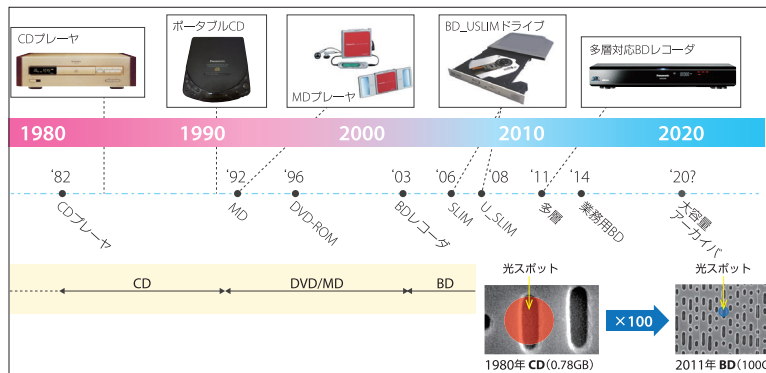
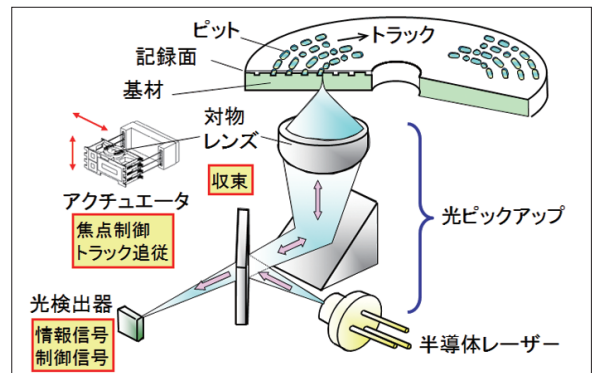

図1 光ディスクドライブの進化
図2 光ピックアップの構造
2005年当時、パナソニック R&D本部 BD事業開発タスクフォースに所属していた中田秀輝氏は、光ディスクドライブの開発にCDの時代から携わってきた（図1）。光ディスクドライブの基幹部品であり、情報の記録再生に用いる光ピックアップ（図2）の開発部門に在籍して、Mini Disc (MD)、DVD、Blu-ray Disc (BD) の研究開発業務を担当。常に業界をリードしてきた光ピックアップの開発で、大きな課題となる高出力半導体レーザーの放熱課題についても、開発のスタート段階よりその伝熱および輻射を考慮した放熱設計に熱流体解析ツールを駆使して取り組んできた。BDの超薄型ドライブ（ウルトラスリム）の開発では、プロジェクトリーダーとして研究段階から設計、工場立ち上げまで全面的に統括し、その後は業務用大容量アーカイバの開発にも取り組んだ。一昨年から燃料電池の研究開発業務を担当。燃料から水素を取り出し、空気中の酸素と化学反応させることで電気を生み出す燃料電池システムの発電機部分の設計および熱流体解析に取り組んでいる。